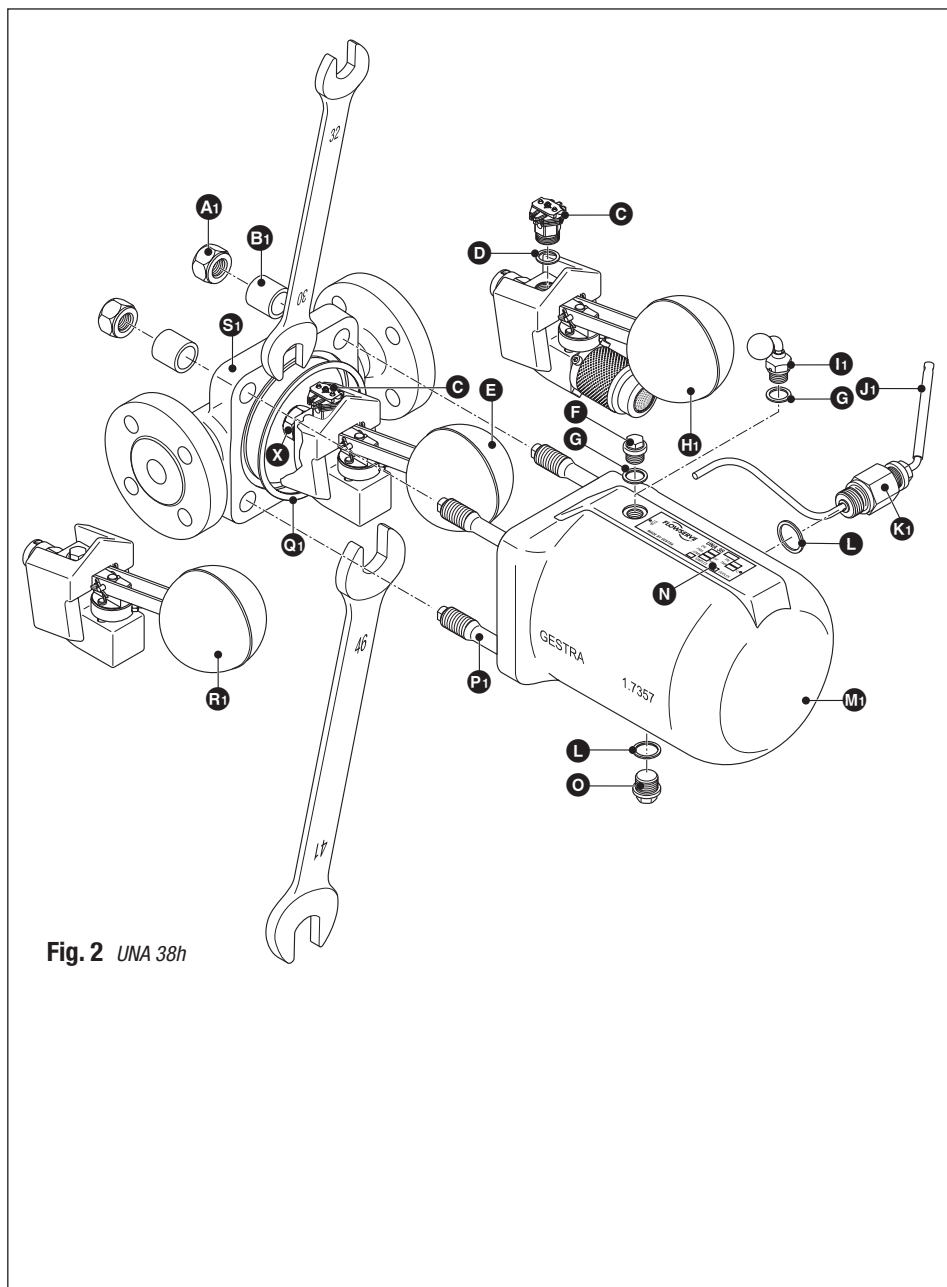
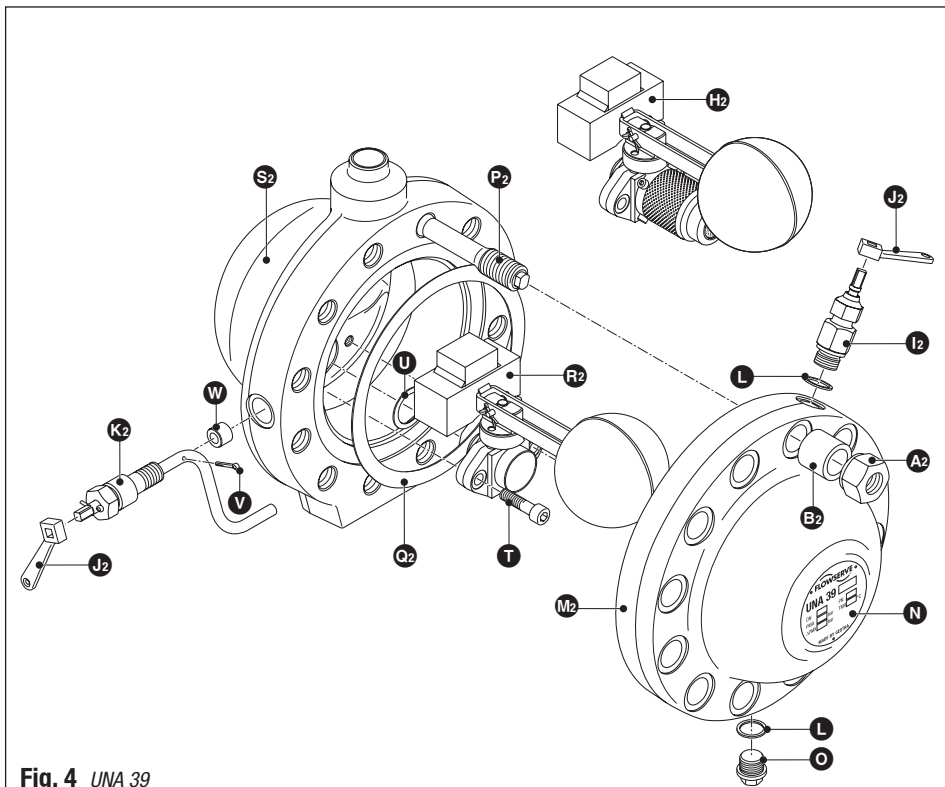

Fig. 2 UNA 38h
Fig. 4 UNA 39
1. Installer l'allonge de levier **(J)** sur le dispositif de commande manuelle **(K)**, **Fig. 2, Fig. 4**.